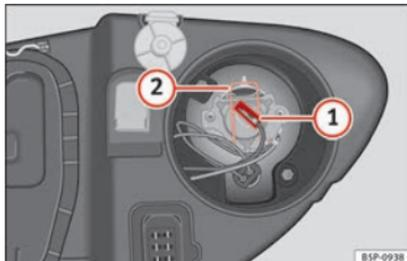

Fig. 181 Abbagliante.
- Estrarre il connettore »» fig. 181 ① della lampada.
- Premere la molla »» fig. 181 ② verso l'interno e verso destra.